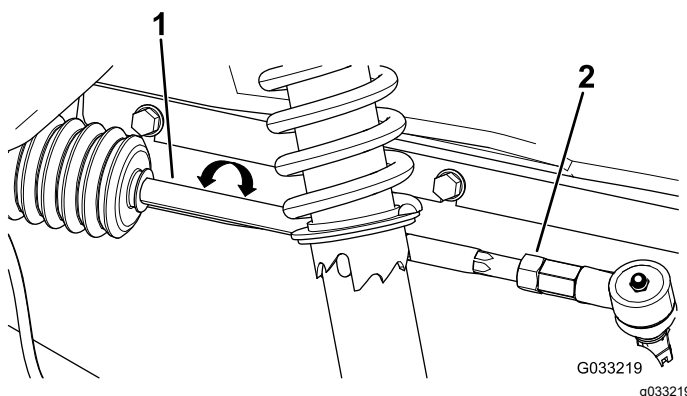

Figura 56
- Dacă distanța nu se încadrează între 0 și 6 mm, slăbiți contrapiuliile de la capătul exterior al tiranilor (Figura 56).